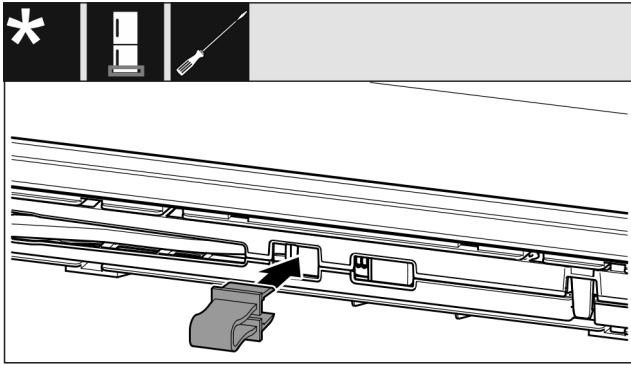

Fig. 13
- ▶ Enclencher la fixation dans l'ouverture. (voir Fig. 13)